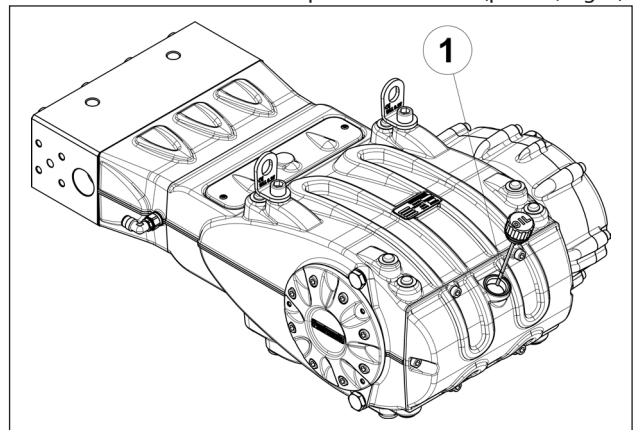

Fig. 9
5. El aceite en el cárter de la bomba alcance el nivel previsto, verificándolo con la correspondiente varilla (pos. ①, Fig. 9).